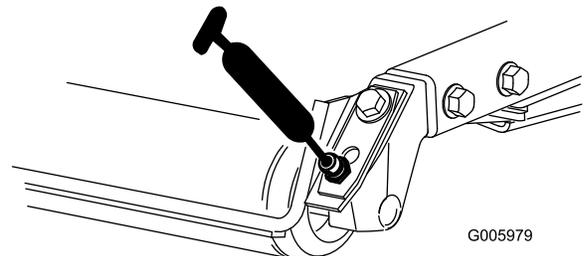

Bild 28
- Hintere Rollenlager (2 pro Mähwerk) (Bild 28)